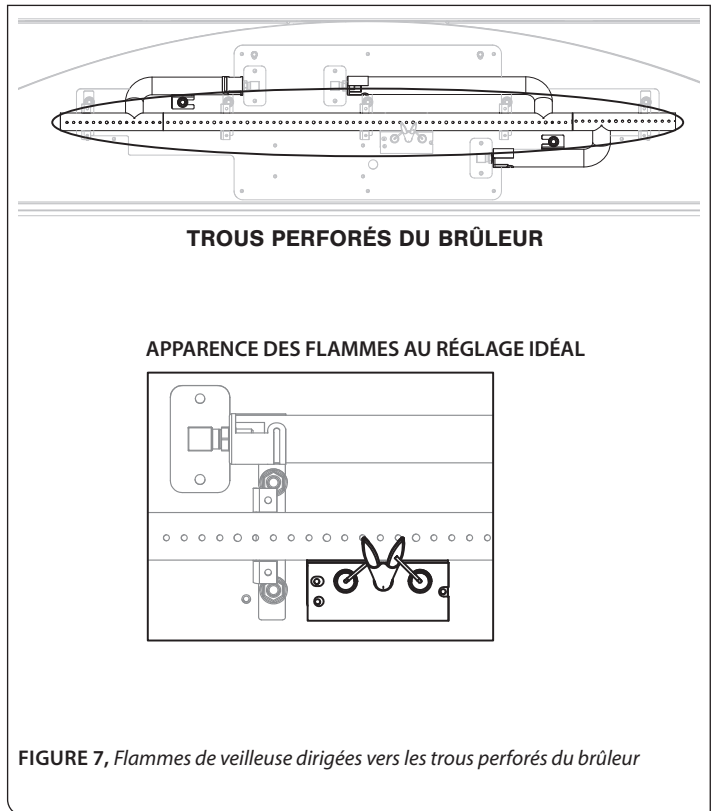

FIGURE 7, Flammes de veilleuse dirigées vers les trous perforés du brûleur
Étape 1: Allumez la veilleuse. Vérifiez visuellement que les flammes de la veilleuse enveloppent le haut du détecteur de flamme et se prolongent sur le brûleur assez loin, pour assurer un allumage adéquat. Voir la FIGURE 7.